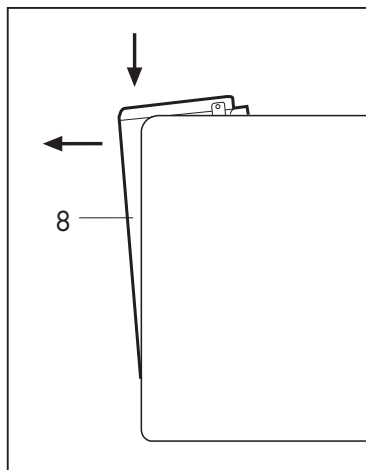

Fig. 1
- Extraiga el depósito (8) de la máquina tirándolo hacia arriba, luego quite la tapa **(Fig.1)**